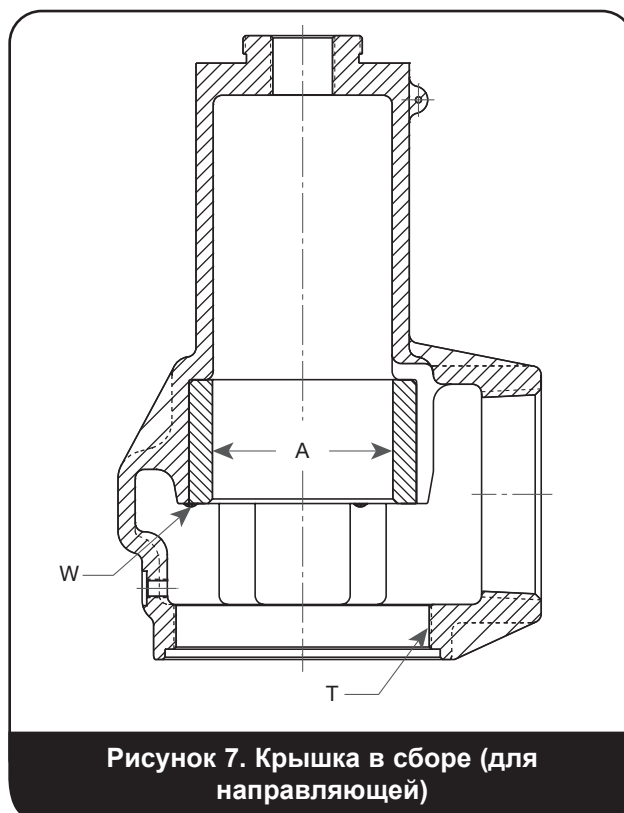

Рисунок 7. Крышка в сборе (для направляющей)
5. Критерии замены направляющей, рисунок 7 и таблица 3